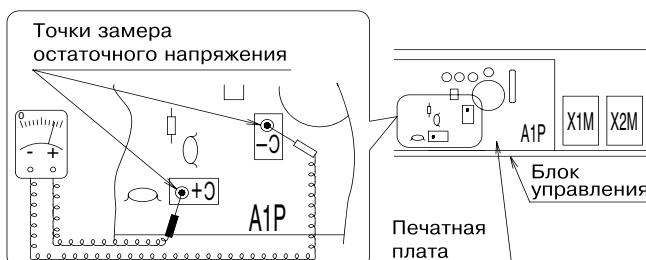

Рис. 3
- После открытия крышки блока управления измерьте тестером остаточное напряжение в точках на печатной плате, указанных на **Рис. 3**, не дотрагиваясь руками до деталей под напряжением, и убедитесь, что напряжение не превышает 50 В пост. тока.